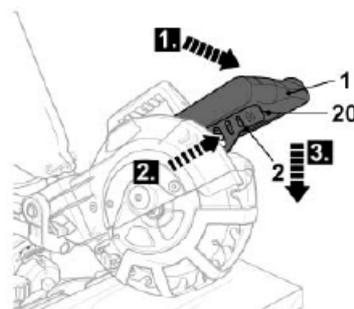

Fig. 35
- > Tenez solidement la poignée [1] et appuyez sur le bouton marche/arrêt [20] (Fig. 35, étape 1) Attendez que la lame tourne à sa vitesse maximale.
- > Appuyez sur la manette de retrait du capot [2] (Fig. 35, étape 2) et faites descendre lentement la lame dans la pièce (Fig. 35, étape 3).